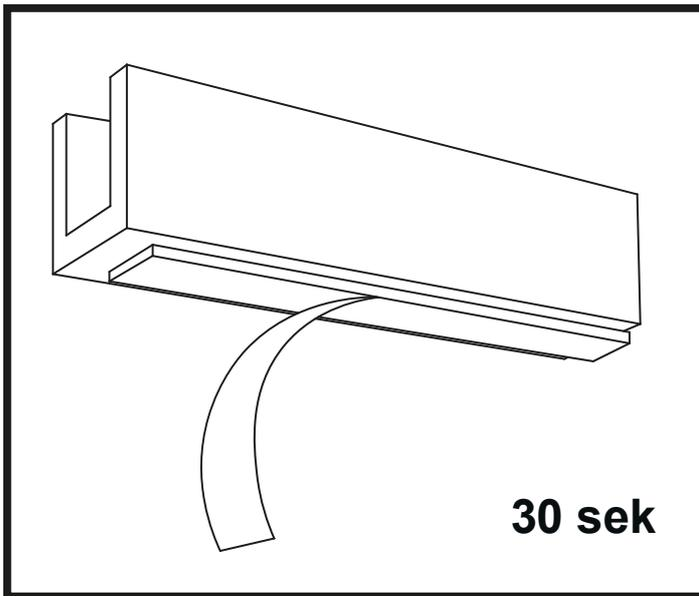

Abbildung 5
14. Entfernen Sie die Abdeckung vom doppelseitigen Klebeband auf der Leiste und legen Sie die Leiste an der markierten Stelle auf den Boden. Drücken Sie die Leiste fest an und halten Sie den Druck etwa 30 Sekunden lang aufrecht. (Abbildung 5)